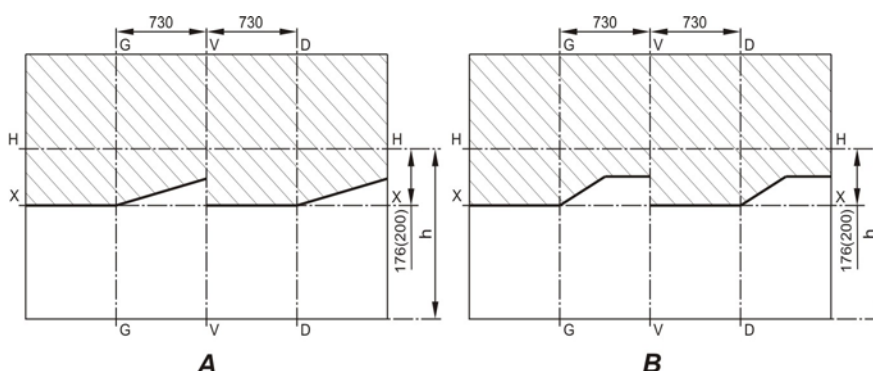

Рис. 8.7. Разметка экрана для регулировки фар:
- установить ненагруженный автомобиль на ровную горизонтальную площадку на расстоянии 10 м от экрана (рис. 8.7);
У отрегулированных фар горизонтальный участок светотеневой границы должен совместиться с линией  $X—X$  (рис. 8.7А, 8.7В), наклонные участки светотеневой границы должны соответствовать рис. 8.7А (с маркировкой на рассеивателе «AL») и рис. 8.7В (с маркировкой на рассеивателе «ОСВАР»), а точки пересечения горизонтального и наклонного участков светотеневой границы – с линиями  $G—G$  и  $D—D$ .